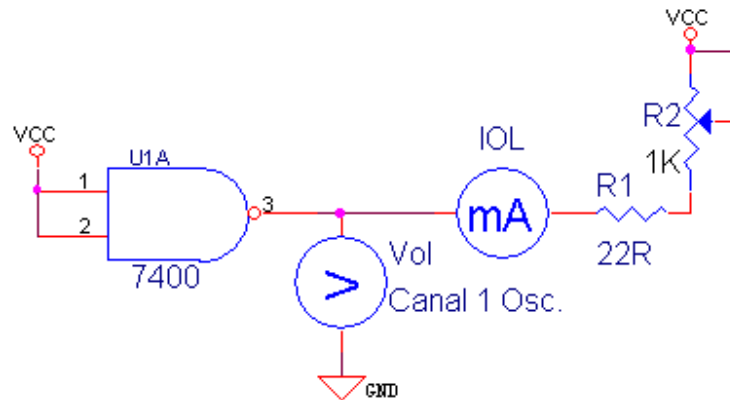

Figura 5
- ❑ Montar el circuito de la figura 5, donde $R1 = 22\Omega$ y $R2 = 1K\Omega$